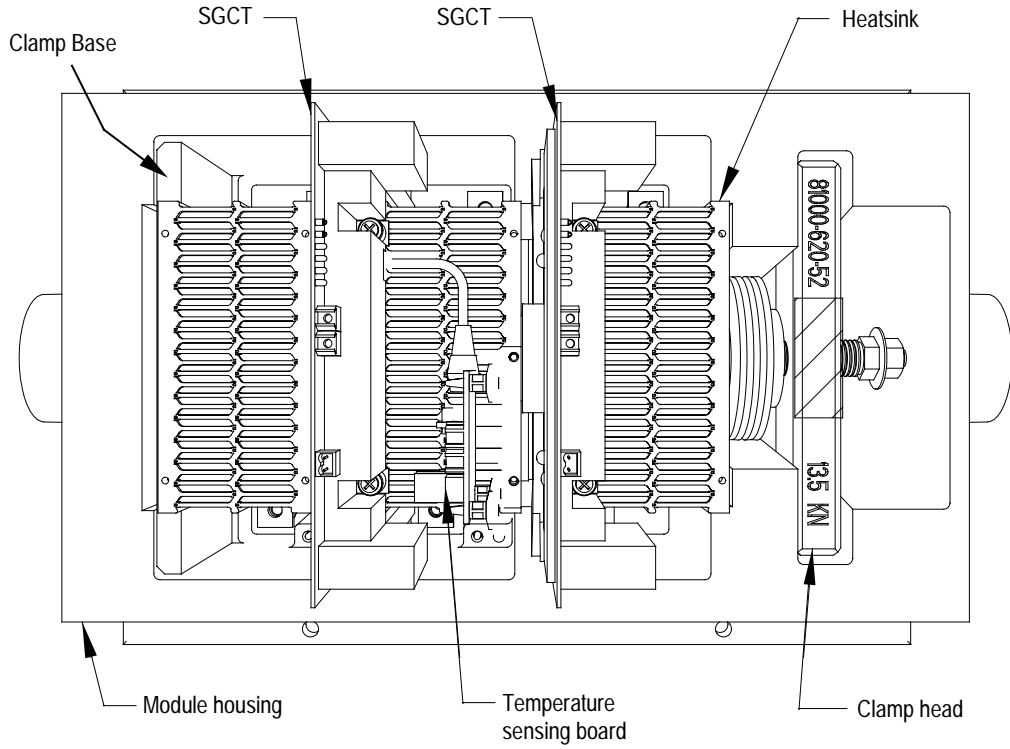

Bild 6.13 –PowerCage mit zwei Leistungshalbleitern
4. Entnehmen Sie den Leistungshalbleiter (SGCT oder SCR), der mit dem entsprechenden Kühlkörper befestigt ist. (siehe Bild 6.13., 6.14 or 6.15).